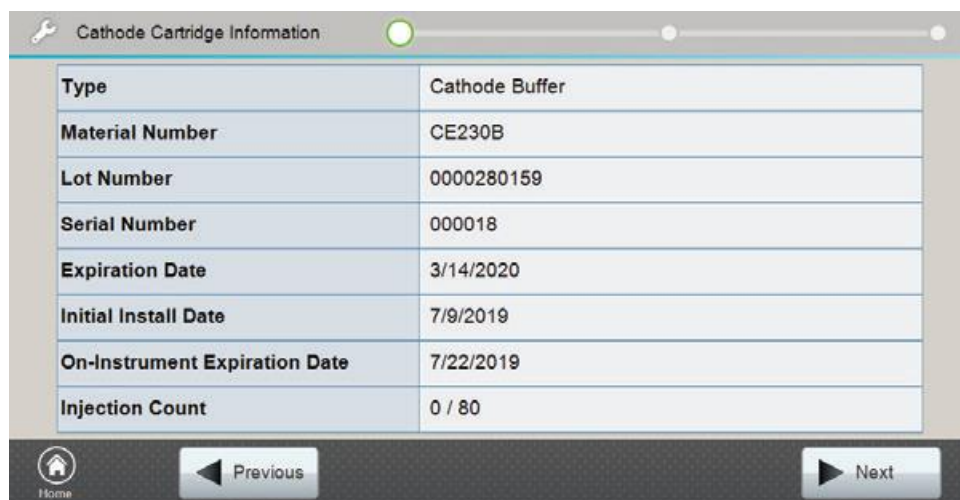

図 23 Cathode Cartridge Information 画面
6. Spectrum Compact CE システムに接続しているバーコードスキャナーでカソードバッファークートリッジのバーコードを読み込んでください。バーコードを読み込むと設置されたカソードバッファークートリッジの情報が Cathode Cartridge Information 画面（図 23）に表示されます。